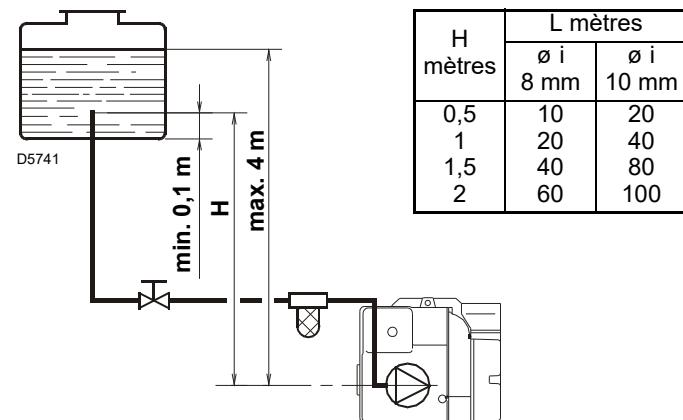
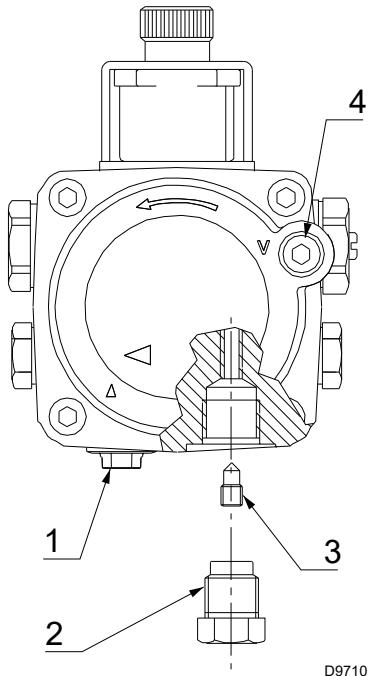

Fig. 2
Fig. 5
- Elle ne s'avère nécessaire qu'avec les installations à un tuyau (Fig. 2). Dans l'installation de la Fig. 2, il suffit de desserrer le raccord du vacuomètre 4) (Fig. 5) et d'attendre que le combustible commence à sortir.
Légende (Fig. 2, Fig. 3 et Fig. 4)
La pompe (Fig. 5) est préparée pour le fonctionnement à deux tuyaux, exclus la pompe code 20034559.
Légende (Fig. 5)
Le bouchon obturateur de l'alimentation en fioul (aspiration 1) (Fig. 5) est en plastique. Une fois retiré, il doit être mis au rebut et ne peut être réutilisé en aucun cas.